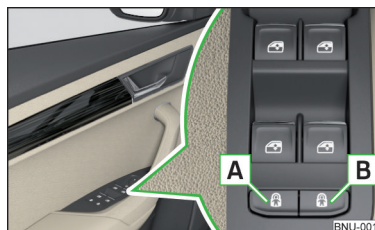

Fig. 53
- Para **encender/apagar** el seguro para niños en la puerta trasera **izquierda**, pulsar la tecla **A** en la puerta del conductor » fig. 53.